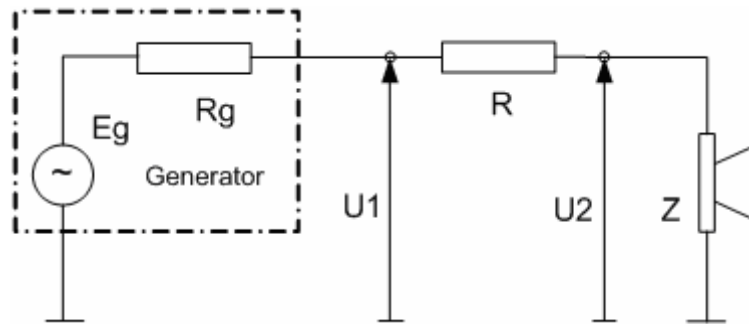

Ilustración 2.1 Circuito para medición de la impedancia de un altavoz
La medición de la impedancia de un altavoz se basa en el sistema que aparece en la Ilustración 2.1. La resistencia de referencia R se conecta entre el generador de señal y una impedancia de altavoz Z .
1. El *LIMP* genera una ráfaga de señal sinusoidal con una frecuencia f . Asumimos que esta señal acciona el generador que aparece en la Ilustración 2.1.
3. La magnitud y la fase de la señal u_1 y u_2 a la frecuencia f se calculan hallando los componentes sinusoidales fundamentales U_1 y U_2 a la frecuencia del generador f . Se hace resolviendo directamente la integral de Fourier en el *tiempo de integración* T . Estos armónicos fundamentales se usan en la ecuación (1) para calcular la impedancia Z .
1. El *LIMP* genera el Ruido Rosa PN como secuencia periódica discreta con un periodo igual a N . Asumimos que esta secuencia acciona el generador que aparece en la Ilustración 2.1.
3. El DFT se aplica a las series de tiempos u_1 y u_2 para obtener los componentes espectrales $U_1(f)$ y $U_2(f)$. Estos se usan en la ecuación (1) para calcular la impedancia $Z(f)$.